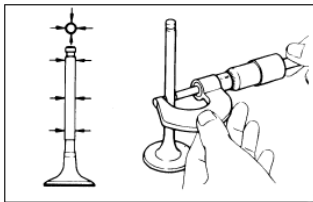

Рисунок II-163
3) Замерьте диаметр штока клапана при помощи микрометра. (см. Рисунок II-163)